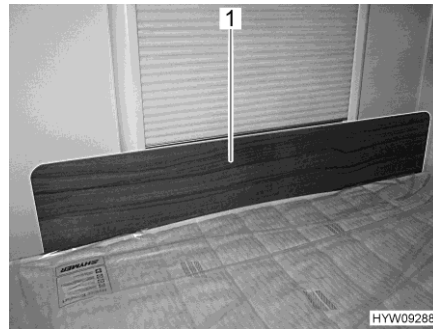

Fig. 84 Cache de protection/protection antichute
- Placer le cache de protection (Fig. 84,1) devant la fenêtre entre le matelas et le cadre de la fenêtre. Le matelas maintient le cache de protection dans sa position devant le cadre de la fenêtre.